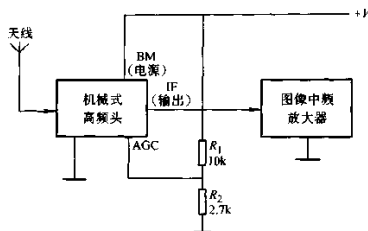

图 5-6 机械式高频头接入电路
(9) 机械式高频头代替检查。在上述对各引脚电压检查均正常后,可对高频头进行代替检查,以进一步确定高频头的故障,由于手头的机械式高频头备件较多,此时可用机械式高频头来进行代替检查,因为机械式、电调谐式高频头的作用都是一样的,具体代替检查的方法是:找一只机械式高频头(V 头),将原彩电中的高频头中频输出引线插头拔下,按如图 5-6 所示将机械式高频头接入电路。